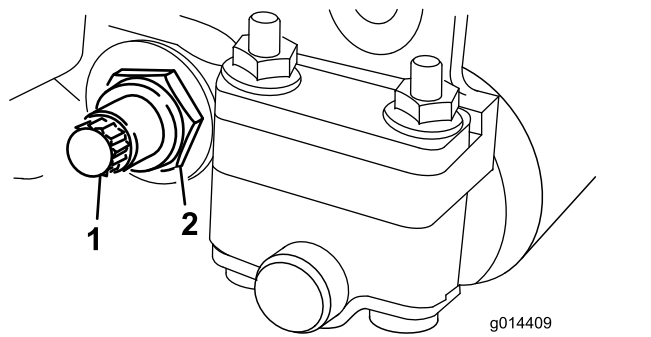

Bild 20
3. Lösen Sie an jeder Seite der Maschine die Klemmmutter, mit der die Schraube des Untermesserträgers befestigt ist (Bild 20).
4. Nehmen Sie jede Schraube des Untermesserträgers ab, damit der Untermesserträger nach unten gezogen und von der Maschine entfernt werden kann (Bild 20).